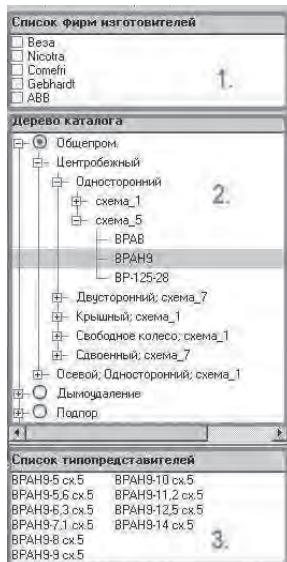

Рис. 2
**2 Номенклатурная панель** (Рис.2) состоит из трех элементов управления: 1 - список-фильтр фирм-производителей, 2 - дерево типов вентиляторов и 3 - список типопредставителей выбранного типа вентиляторов. Список-фильтр позволяет ограничить содержимое номенклатурной панели вентиляторами определенных фирм-производителей.